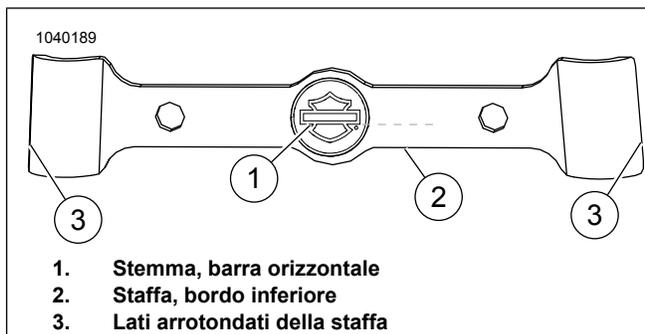

Figura 3. Allineamento dello stemma
- Figura 3 Il lato della staffa (3) non è simmetrico. La larghezza in alto è più stretta della larghezza in basso.
- Figura 3 Allineare la barra orizzontale dello stemma (1) con il bordo inferiore (2) della staffa. I due elementi devono essere paralleli.
- Figura 3 I lati della staffa (3) non sono simmetrici. La larghezza in alto è più stretta della larghezza in basso.
3. Figura 3 Rimuovere il rivestimento dell'adesivo dai lati destro e sinistro della staffa (3).